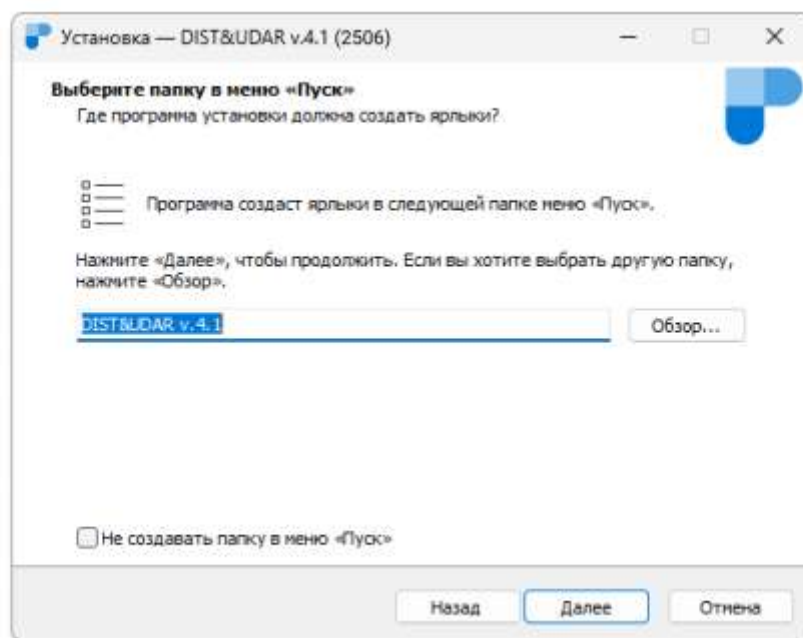

Рисунок 2.3.2 –Выбор папки в меню «Пуск»
4. Указать название папки в меню «Пуск», где мастер установки создаст ярлыки ПО (см. Рис. 2.3.2). По умолчанию для создания ярлыков ПО выбрана папка DIST&UDAR v.4.1. При необходимости, изменить путь